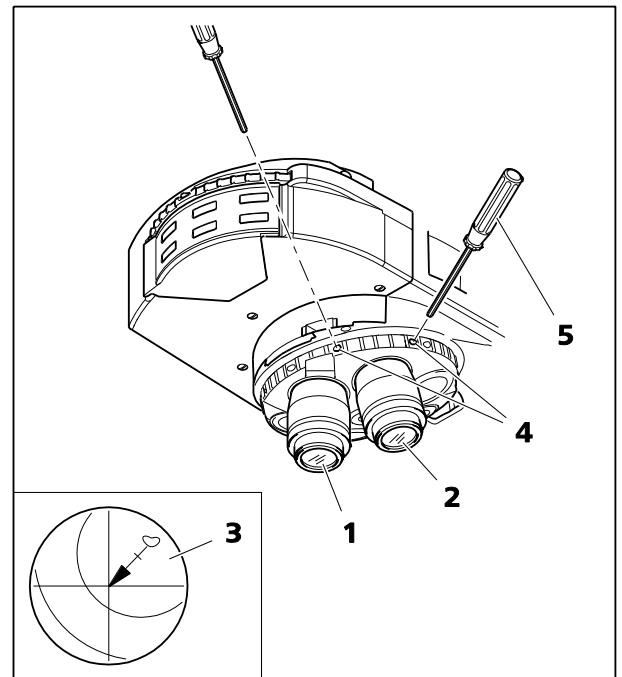

Fig. 69 Centrage de la platine rotative et des objectifs
- Tourner tout d'abord la tourelle porte-objectifs pour faire pivoter le support d'objectif non centrable (Fig. 69/1) (montage avec emplacement DIC) dans la trajectoire lumineuse. Centrer la platine rotative pour le support d'objectif non centrable, tel que décrit au paragraphe 3.36.3.
- Tourner la tourelle porte-objectifs pour déplacer un support d'objectif centrable dans la trajectoire lumineuse (Fig. 69/2).
- Faire tourner le statif pour déterminer la déviation maximale de l'échantillon (Fig. 69/3, pointe de la flèche) par rapport aux réticules de l'oculaire.
- Tourner chacune des deux vis de centrage sur la tourelle porte-objectifs (Fig. 69/4) à l'aide d'une clé Allen SW 1,5 (Fig. 69/5) pour déplacer le détail de l'échantillon de la moitié de la longueur de la flèche vers le centre du réticule. Vérifier si le détail de l'échantillon se déplace à nouveau lorsque l'on fait pivoter la platine ; répéter la procédure si nécessaire.